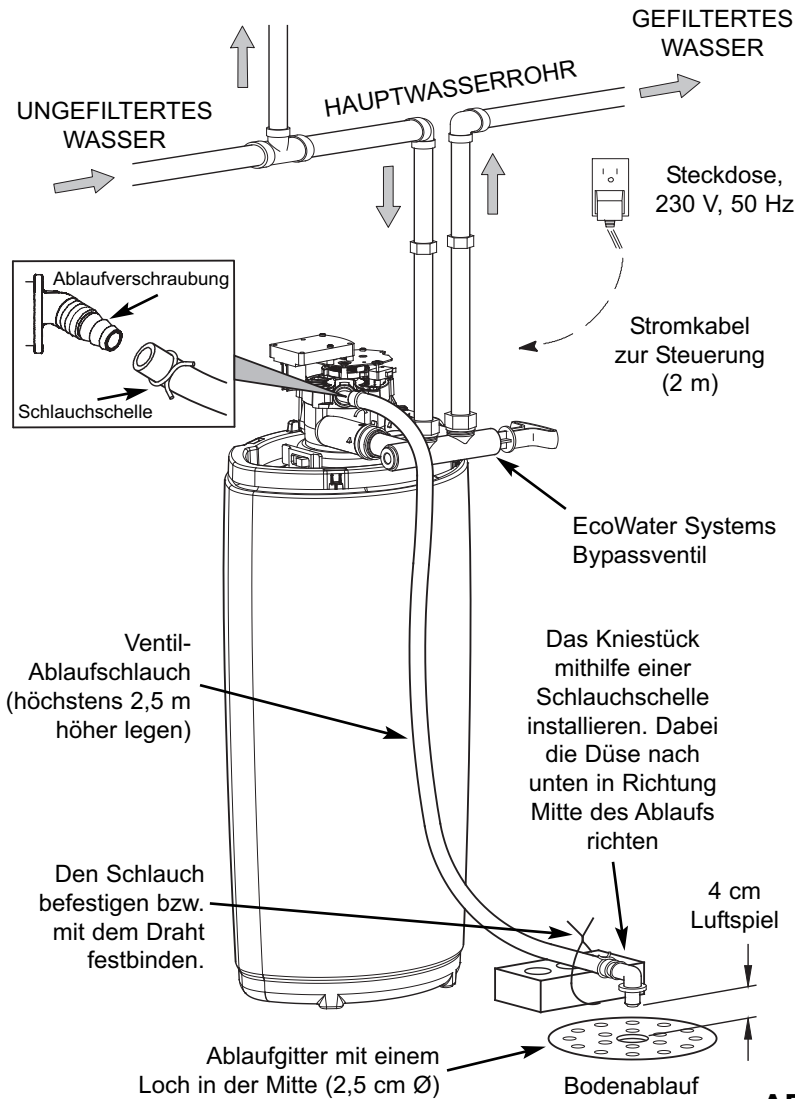

ABB. 1
1. Achten Sie darauf, dass der Ablaufschlauch am zentralen Wasserfilter angeschlossen ist und das andere Ende sicher über einem Ablauf befestigt ist (siehe Abbildung 1).